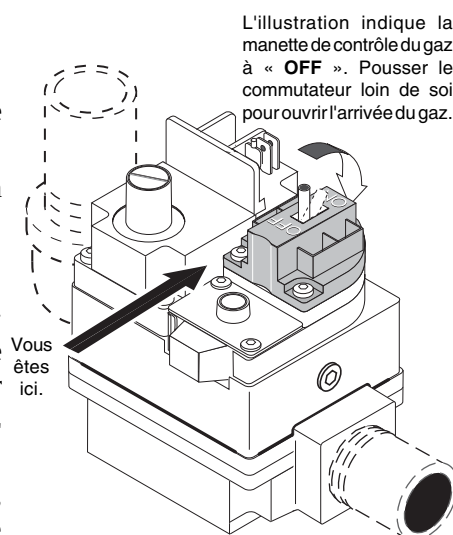

Figure 26.
6. **Soupape de type commutateur :** Tirer le commutateur vers soi afin de fermer l'arrivée du gaz, voir la figure 26.
7. Attendre cinq (5) minutes que tout gaz se dissipe. **ARRÊTER** si une odeur de gaz est détectée. Suivre la consigne « B » dans la section « AVANT LA MISE EN ROUTE » (page 32). Passer à l'étape suivante en l'absence de gaz.
4. **Soupape de type commutateur :** Tirer vers soi afin de fermer l'admission du gaz, voir la figure 26.